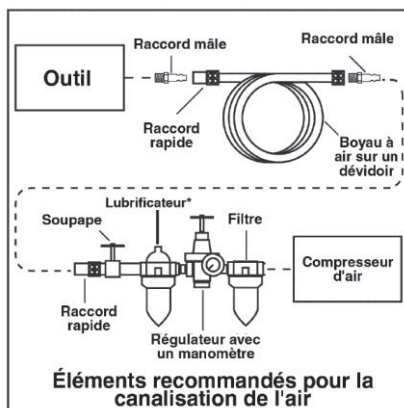

fig. 1
11. Un filtre-régulateur-lubrificateur doit être gardé le plus près possible de l'outil (fig. 1).